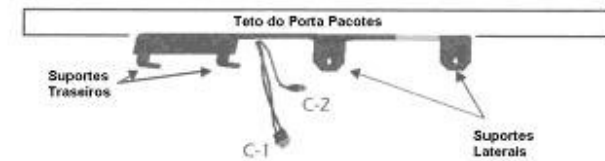

Fig. 2
2. Conectar os cabos de alimentação (C-1) e entrada do vídeo ((RCA) (C-2)). (Fig.2).